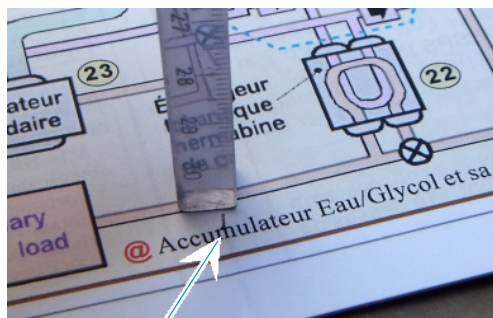

Fig.3
5) Retourner le livret **sur un support rigide** et fermer les agrafes à la main avec un outil quelconque. Dans mon cas j'utilise une règle de section carrée comme montré sur la Fig.3 sur laquelle à peine visible on voit un coté de l'agrafe non encore replié.